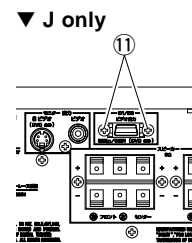

Fig. 3-1
- b. ⑪のネジ2本を外します。(Fig. 3-1 (Jのみ))